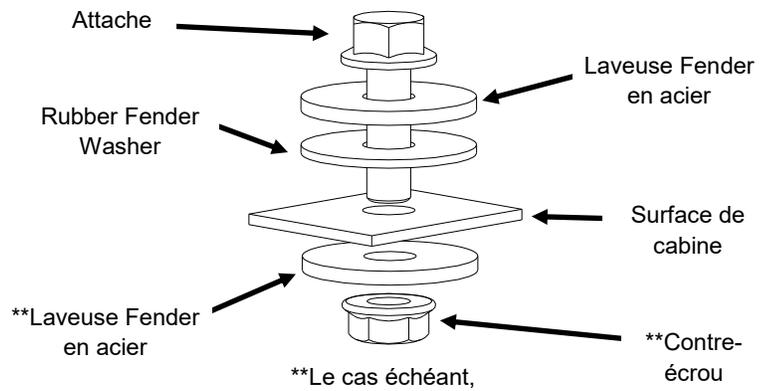

Fig. 9
9. Réinstaller (2) boulons ROPS M10 à l'arrière, avec les rondelles d'aile-boue et les rondelles en caoutchouc fournies. Voir fig. 9. Laissez-vous en l'vrac.
10. Installer (4) boulons, rondelles et écrous 5/16-18 à travers les trous de montage de la canopée avant. (voir les chiffres 9 et 10).
11. Couple à 19 pi-livres Note: (2) attaches avant intérieures seront utilisés uniquement pour boucher les trous de montage si aucun pare-brise n'est installé. Couple (6) boulons ROPS M10 à 38 pi-lb. (Deux boulons à travers le toit et quatre boulons pour les supports ROPS avant).